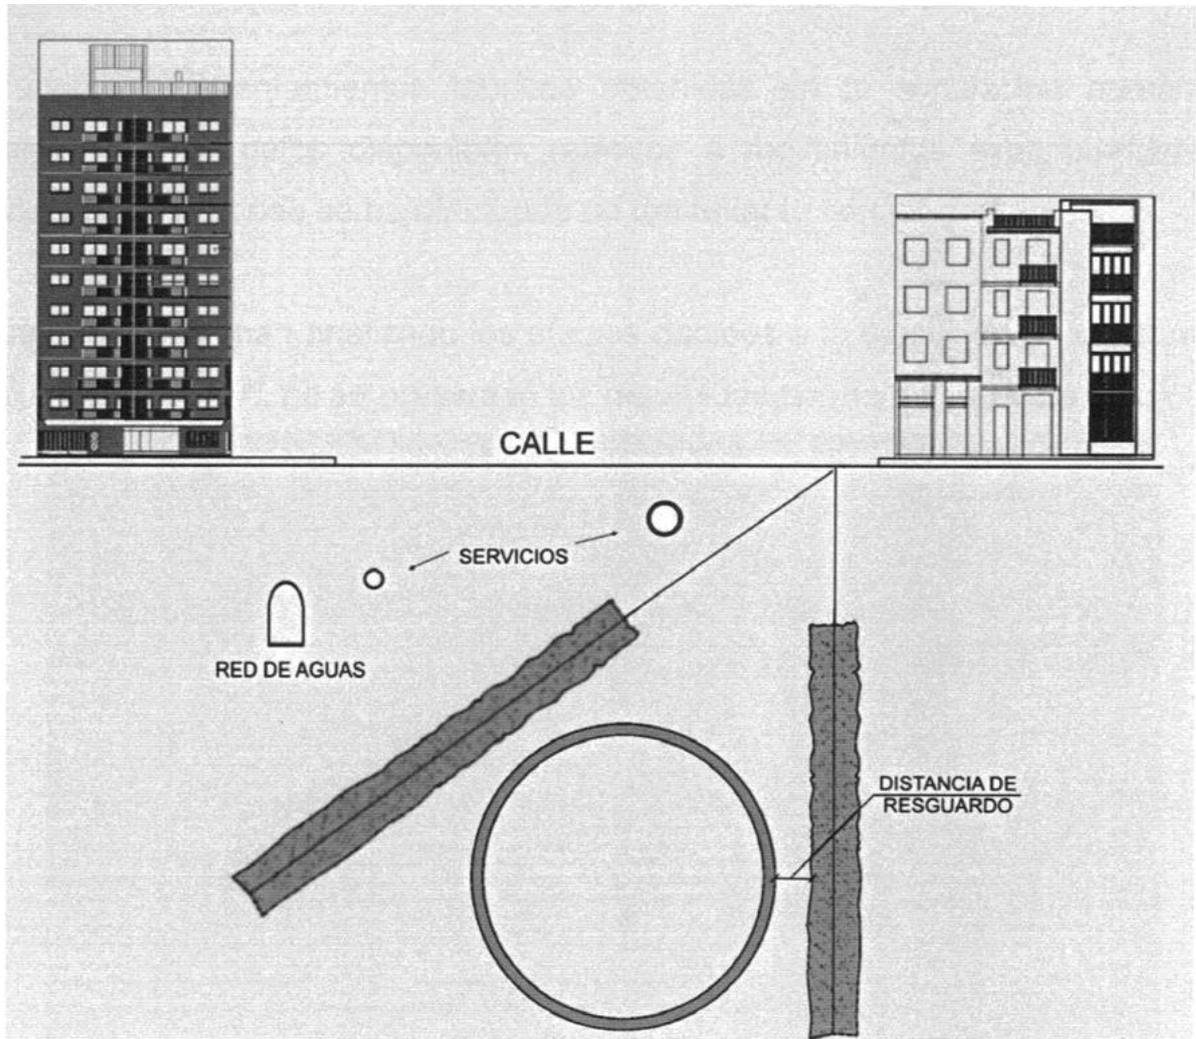

Figura 16. Pantallas de jet grouting de protección de edificios y servicios para la excavación de túneles
- En pantallas de protección de edificios y de servicios para la construcción de túneles (Figura 16).